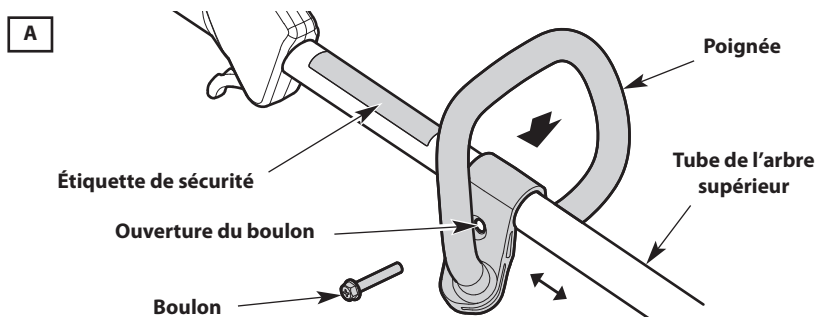
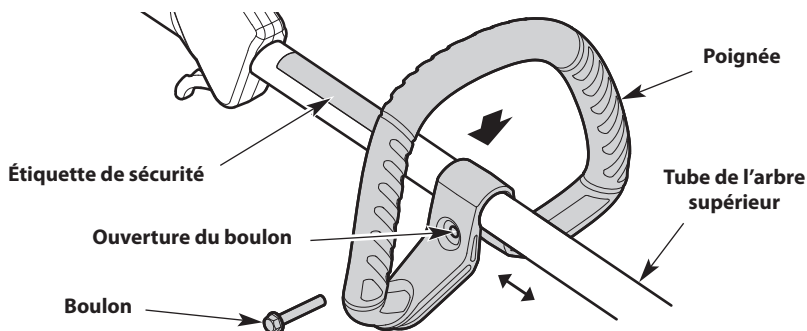

Fig. 8
Fig. 9
1. Poussez le manche sur le tube supérieur de l'arbre (Fig. 8 ou Fig. 9). Assurez-vous que la ouverture du boulon font face vers la droite (Fig. 8 ou Fig. 9).
2. Insérez le boulon dans son trou et poussez-le à travers (Fig. 8 ou Fig. 9). Serrer la boulon avec un tournevis à tête plate, mais ne pas serrer la boulon complètement.
3. Maintenez l'unité en position d'utilisation (Fig. 14). Déplacez le manche vers le haut ou le bas sur le tube supérieur pour trouver une position confortable (Fig. 8 ou Fig. 9). S'assurer que la poignée est placée au-delà de l'extrémité de l'étiquette de sécurité (Fig. 8 ou Fig. 9).
1. Desserrer le boulon avec un tournevis à tête plate (Fig. 8 ou Fig. 9).
2. Maintenez l'unité en position d'utilisation (Fig. 14). Déplacez le manche vers le haut ou le bas sur le tube supérieur pour trouver une position confortable (Fig. 8 ou Fig. 9). S'assurer que la poignée est placée au-delà de l'extrémité de l'étiquette de sécurité (Fig. 8 ou Fig. 9).